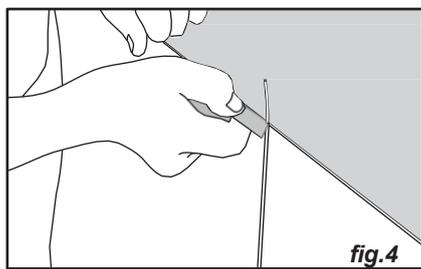

fig.4
- Cortar o excesso de massa acima da junta com uma faca (fig.4).